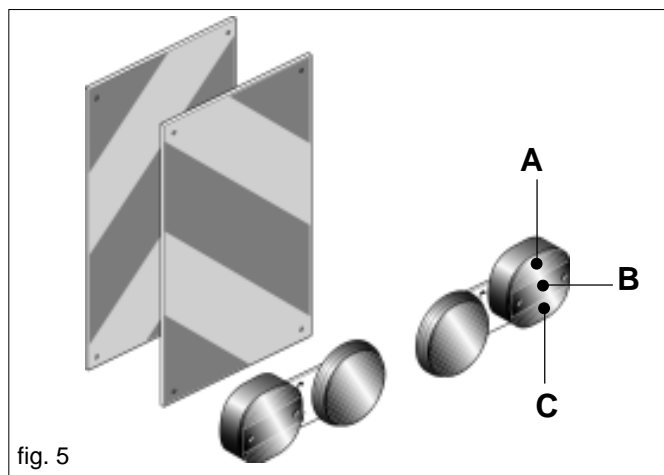

fig. 5
- 35) Wenn die geschleppten oder an dem Schlepper angebrachten Ausrüstungen und Geräte die Sichtbarkeit der Signalisierungs- und Beleuchtungsvorrichtungen des Schleppers verdecken, müssen diese Vorrichtungen auch an den Ausrüstungen angebracht werden, wobei die Vorschriften der im jeweiligen Anwendungsland geltenden Straßenverkehrsordnung zu beachten sind. Beim Gebrauch ist zu kontrollieren, daß die Anlage einwandfrei funktioniert. Nachstehend wird die korrekte Sequenz der Leuchten angegeben (Abb. 5):